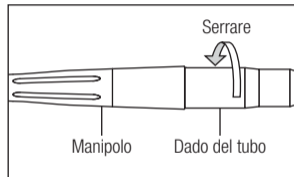

Fig. 4
- 1) Inserire il manipolo correttamente nel connettore del tubo e serrare il relativo dado (Fig. 4).